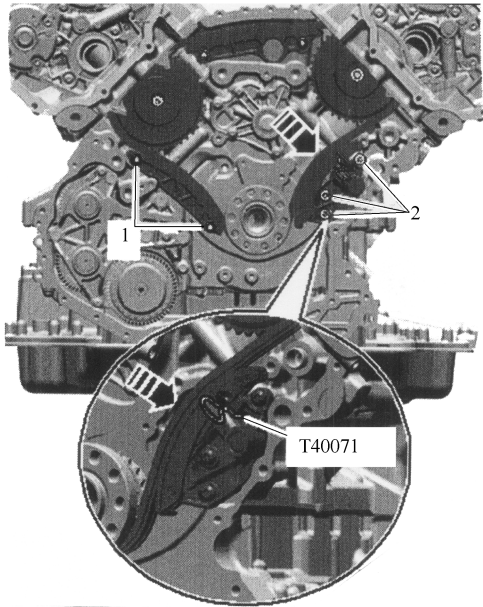

图 1-3-78 拆卸控制机构驱动链结构
如图 1-3-78 所示,沿箭头方向按压驱动链张紧器的滑轨,并用定位销 T40071 卡住链条张紧器。为重新安装,用颜色笔标记驱动链的转动方向。拧出螺栓 1 并取下滑轨,旋出螺栓 2 并取下链条张紧器,取下控制机构的驱动链。
(1) 如图 1-3-78 所示,安装滑轨并拧紧螺栓 1。安装链条张紧器并拧紧螺栓 2。沿箭头方向按压驱动链链条张紧器的滑轨,把定位销 T40071 从链条张紧